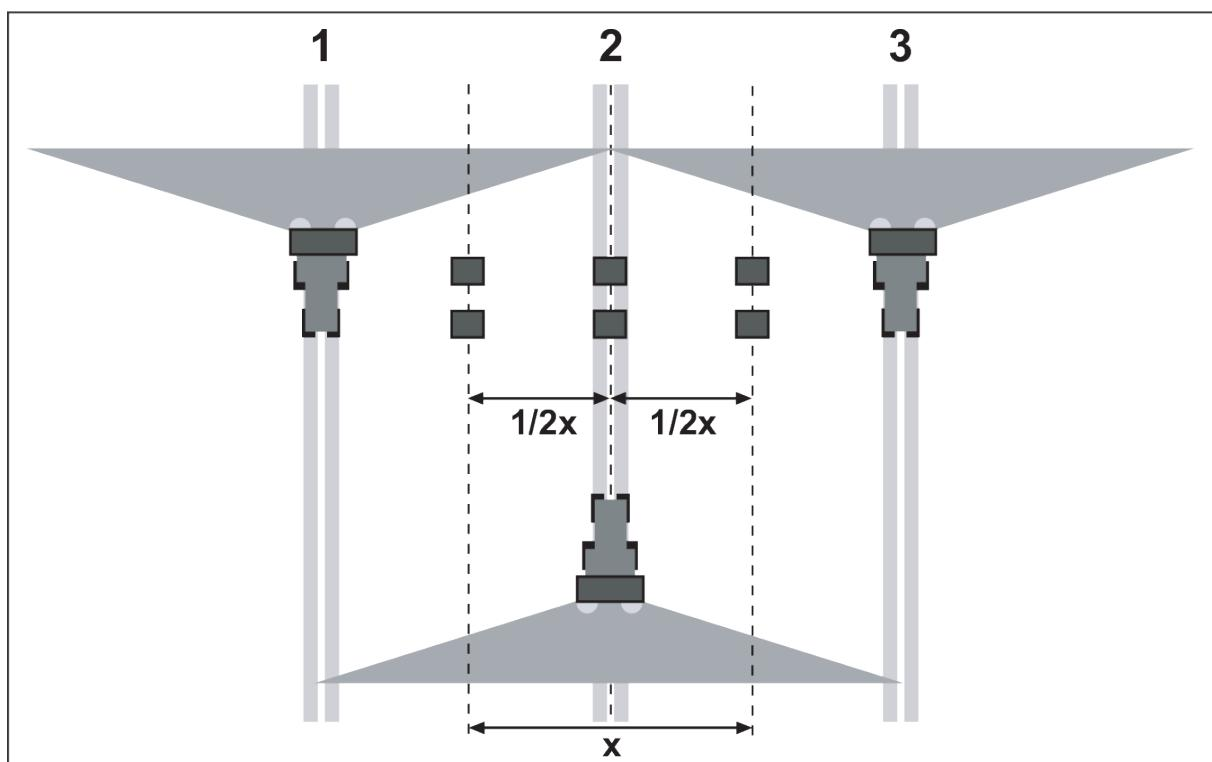

Рис. 54: Установка для трех проходов
- ▶ Установите по два поддона на расстоянии **1 м** друг за другом в зонах перекрытия (между технологическими колеями) и в центральной технологической колее (согласно Рис. 54)